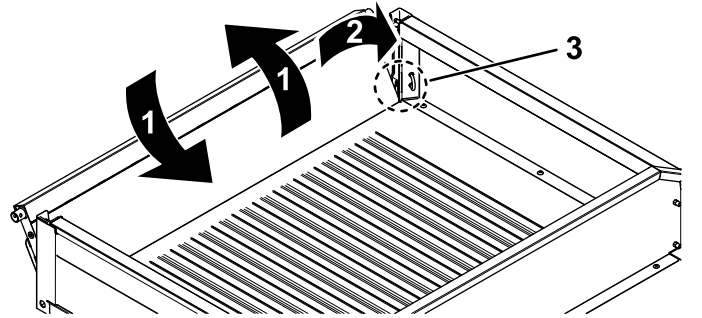

Figure 83
2. Inclinez le hayon à environ 45° (Figure 83).
3. Agitez légèrement le hayon pour le faire pivoter d'avant en arrière plusieurs fois (Figure 83).